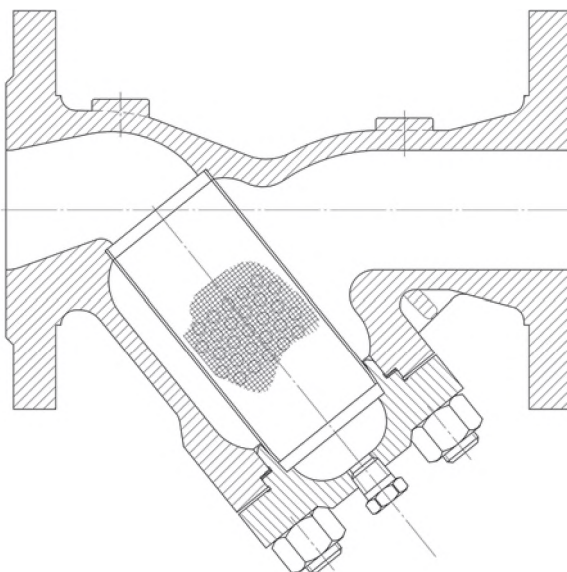

рис. 3
- *Исполнение с дренажным отверстием (исполнение «Д» рис. 3)*